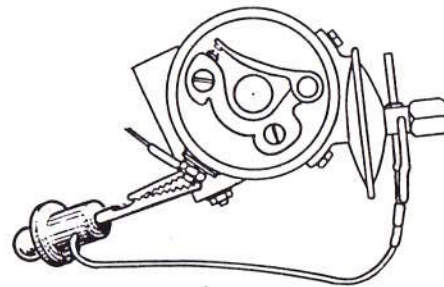

Fig. 14
- 3) Vérifier l'écartement des contacts (MR 7080). Mettre le contact et brancher la lampe témoin (Fig. 14). Tourner le moteur par le ventilateur à aubes, dans le sens des aiguilles d'une montre. La lampe témoin doit s'allumer lorsque le coup de pointe du volant se trouve :